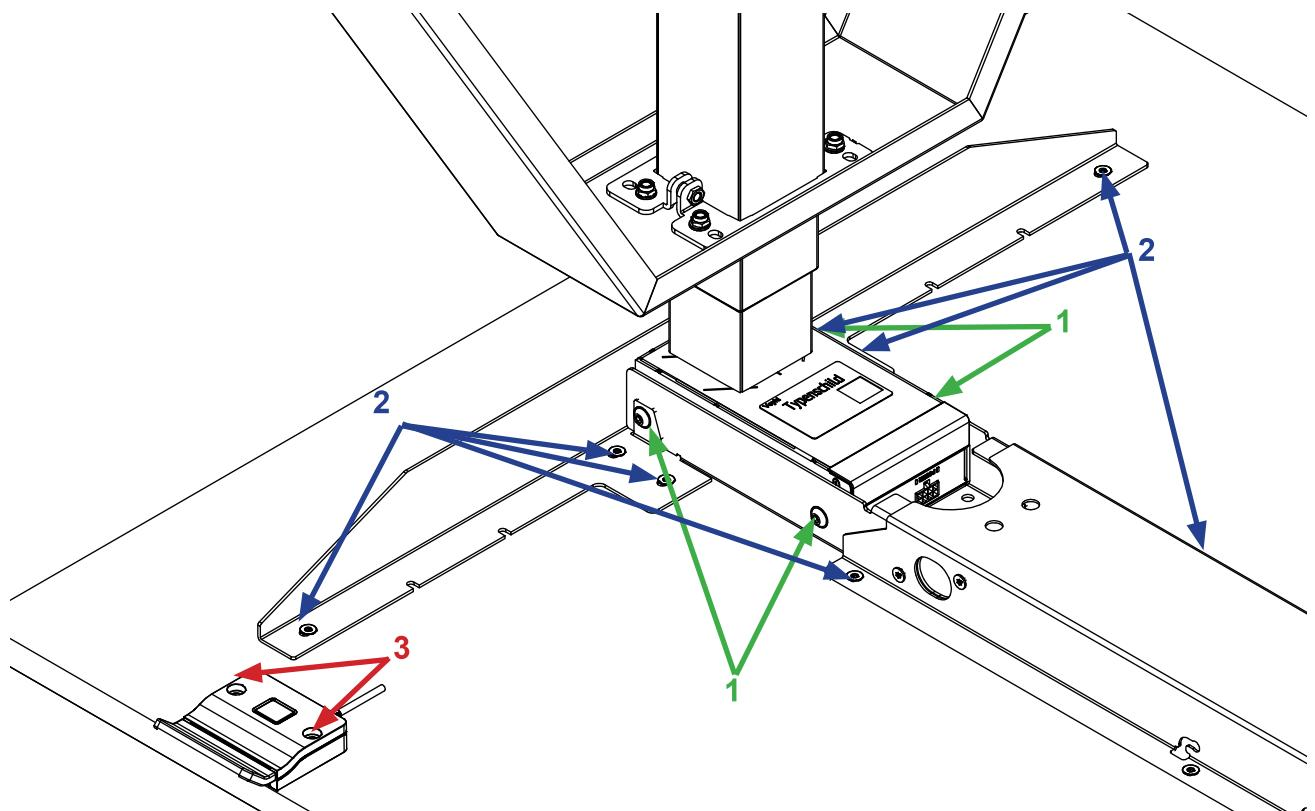

Abbildung 2: Detail - Verbindungen
- Platzieren Sie den Plattenträger, die Hubsäule samt A-Fuß und die Traverse auf der Tischplatte. Orientieren Sie sich dabei an den vorhandenen Bohrungen und der Abbildung 2.
- Befestigen Sie den Plattenträger, die Hubsäule und die Traverse mit den mitgelieferten M6x16-Schrauben aneinander. Sehen Sie Abbildung 2, Nummern 1.
7. Befestigen Sie das Gestell mit den mitgelieferten Schrauben an der Tischplatte. Verwenden Sie ausschließlich diese Schrauben, um Beschädigungen der Tischplatte zu vermeiden. Sehen Sie Abbildung 2, Nummern 2.
8. Befestigen Sie den Handschalter mit den mitgelieferten Schrauben an der Tischplatte. Verwenden Sie auch hier ausschließlich die angegebenen Schrauben, um Schäden am Handschalter oder der Tischplatte zu vermeiden. Sehen Sie Abbildung 2, Nummern 3.